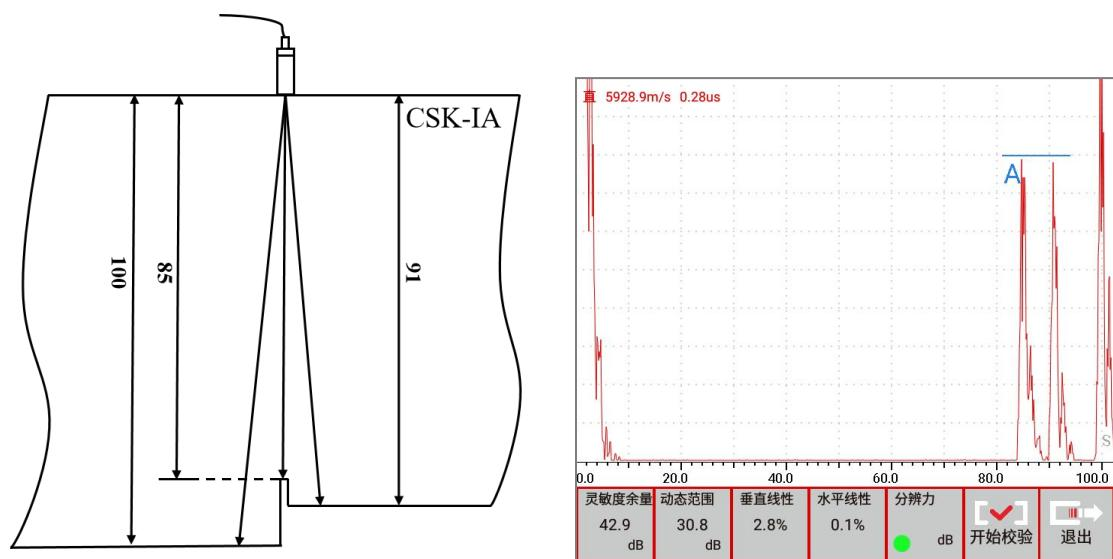

图 4.7 分辨力校验的探测区域和回波调整效果
- 1) 将直探头移动至 CSK-IA 表面上，微调探头位置，使试块厚度为 85mm 和 91mm 两处回波的最高幅度基本相等，并保持不动直至本项校验完成，如图 4.7 所示；